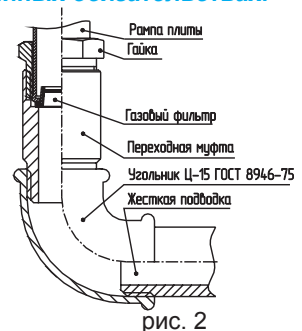

рис. 2
■ Жесткое подсоединение к газовому стояку (рис. 2) производится с помощью переходной муфты (в комплект поставки не входит).